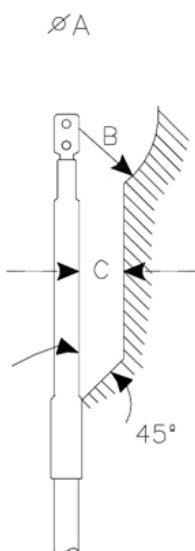

Figura 1
- Distancias **FASE - TIERRA** . **Figura 1.**